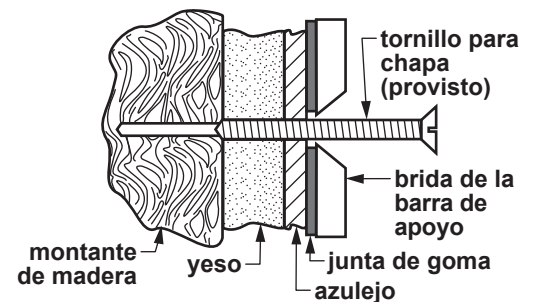

Figura 3:
- a. **Montaje del tornillo para chapa (en el montante de madera) en la pared de azulejos:** Véase la figura 3. Taladre $\frac{1}{4}$ " diámetro con una broca de albañilería sólo a través de azulejos; a continuación, taladre $\frac{1}{8}$ " diámetro, aproximadamente $1\frac{3}{4}$ " de profundidad, a través de los paneles de yeso y en el montante de madera.
- b. **Montaje del tornillo para chapa (en el montante de madera) en la pared sin azulejos:** Véase la figura 3. Taladre $\frac{1}{8}$ " diámetro, aproximadamente $1\frac{3}{4}$ " de profundidad, a través de la pared exterior, los paneles de yeso, y en el montante de madera.